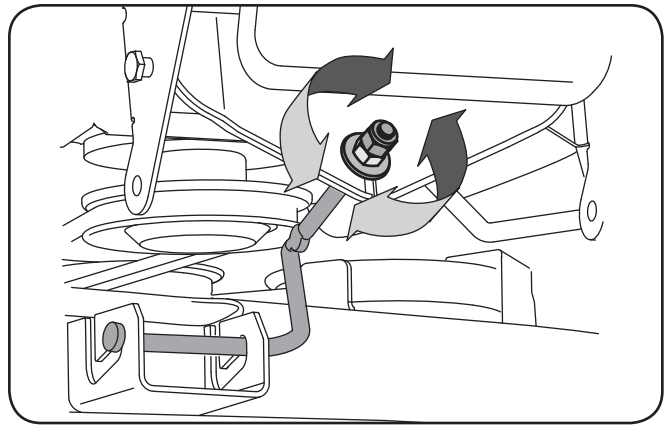

Figure 6-4
3. Repérez l'écrou sur l'avant du support de stabilisation. Voir la Fig. 6-4.